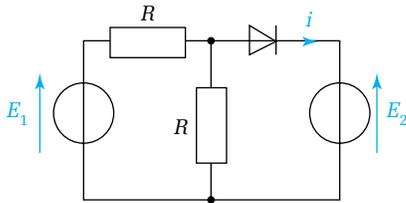

Figure 17.21
**1.** Dans le montage de la figure 17.21 la diode est supposée parfaite. On donne :  $E_1 = 24,0 \text{ V}$  ;  $E_2 = 6,0 \text{ V}$  et  $R = 200 \Omega$ . Quelle est l'intensité  $i$  du courant qui traverse la diode ?